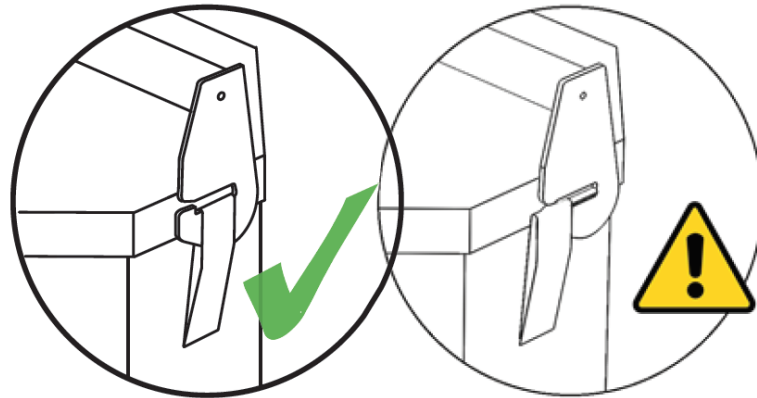
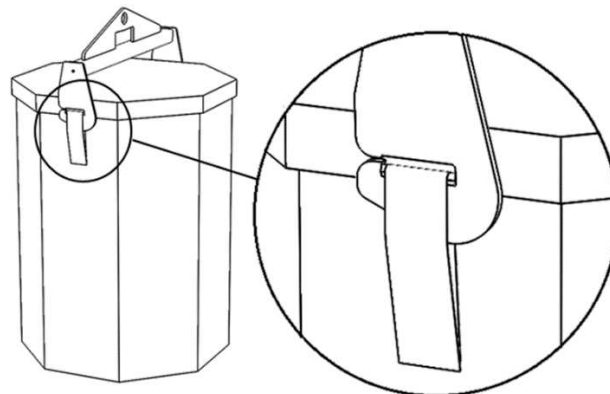

Abb. 1
Abb. 2
- Ist die Position der Hebetrave beim Anheben nicht korrekt auf die Hebeschlaufen ausgerichtet, kann es zu einem unbeabsichtigten Aushaken kommen. Abb. 1
4. Die Last muss wie in Abb. 2 dargestellt in die Hebetaverse eingehängt werden.
5. Stellen Sie sicher, dass die Hebeschlaufen auf beiden Seiten vollständig in den Hebegabeln eingehakt liegen und beim Anheben des ESAB MARATHON PAC™ darin verbleiben. Abb. 2 zeigt die korrekte und Abb. 1 die falsche Vorgehensweise.